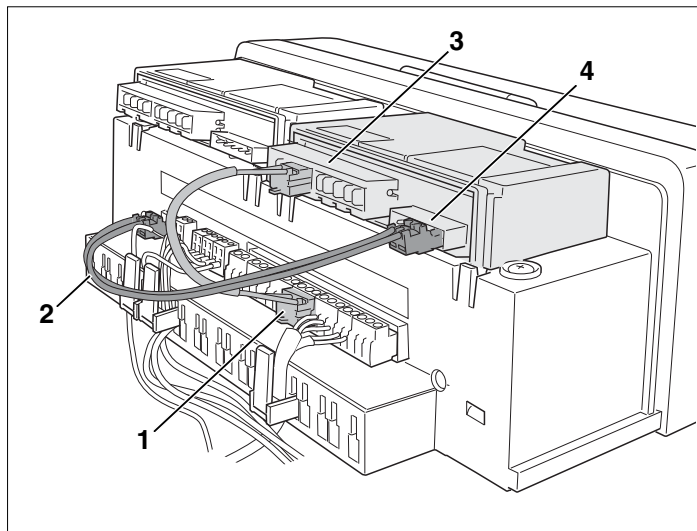

Рис. 7 Подключение первого функционального модуля
- Правильно вставьте сетевой провод и шину (Рис. 7, **поз. 1** и **2**) системы управления отопительного котла в клеммы (Рис. 7, **поз. 3** и **4**) первого функционального модуля.
- Правильно подключите другие компоненты к клеммам (Рис. 7, **поз. 3** и **4**) функционального модуля согласно схеме соединений.
- Правильно вставьте сетевой провод и шину (Рис. 7, поз. 1 и 2) первого функционального модуля в клеммы второго функционального модуля.